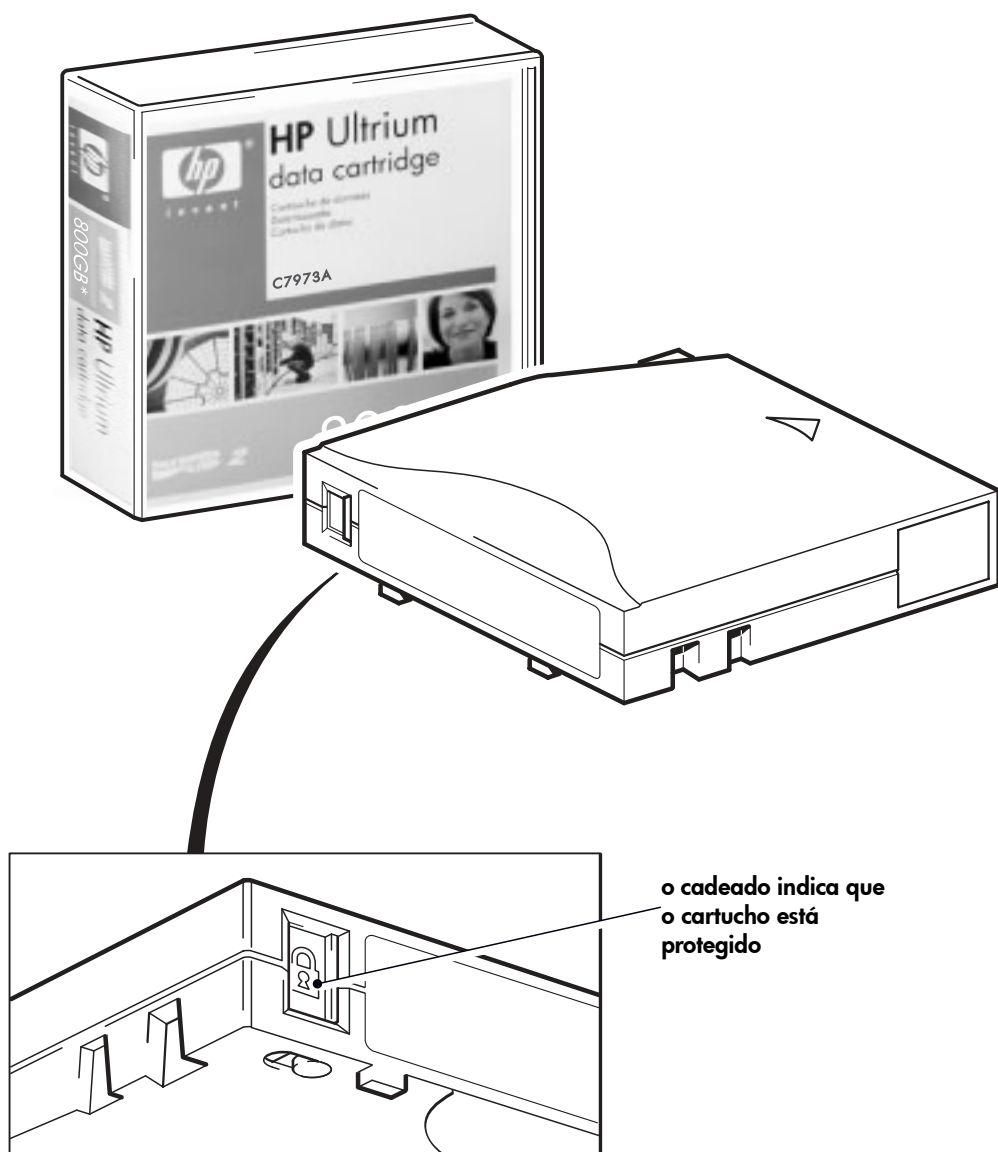

Figura 9: proteger cartuchos contra gravação
- Para habilitar um cartucho contra gravação e permitir que dados sejam salvos, empurre a chave para a esquerda. A Figura 9 mostra o local da chave de proteção contra gravação.